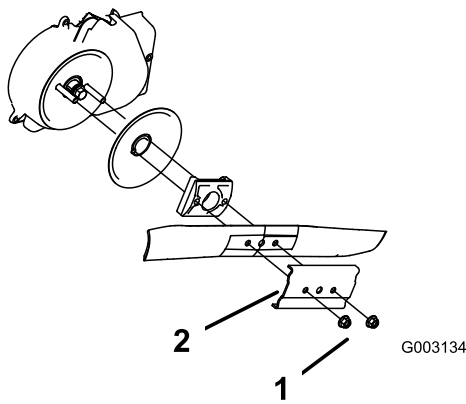

Figure 34
3. Retirez les 2 écrous de la lame et le renfort (Figure 34).
1. Écrous de lame (2)
4. Déposez la lame (Figure 34).
5. Posez la nouvelle lame (Figure 34).